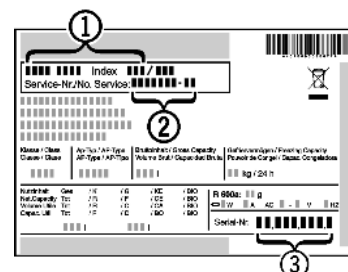

Fig. 8
▶ Apparaataanduiding *Fig. 8 (1)*, service-nr. *Fig. 8 (2)* en serie-nr. *Fig. 8 (3)* van het typeplaatje aflezen. Het typeplaatje bevindt zich aan de linkerkant binnen in het apparaat.
▶ Contact opnemen met de Technische Dienst en het probleem, apparaataanduiding *Fig. 8 (1)*, service-nr. *Fig. 8 (2)* en serie-nr. *Fig. 8 (3)* mededelen.